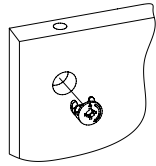

Рис.2
2. Вставьте головки минификсов в детали 10, 11 (Рис. 2). Установите с помощью шурупов 3,5x16 ролики стационарные h32 на деталях 4, 5, 8.